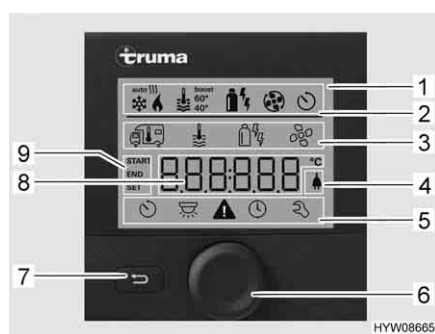

Fig. 138 Centralina di controllo con indicazioni
- Riga di stato (Fig. 138,2)
- Riga di menu in alto (Fig. 138,3)
- Area di indicazione (Fig. 138,8)
- Riga di menu in basso (Fig. 138,5)
- Premere la manopola/il pulsante (Fig. 138,6) per circa 3 secondi. Vengono visualizzate entrambe le righe di menu (Fig. 138,3 e Fig. 138,5). Il primo simbolo lampeggia.
- Ruotare la manopola/il pulsante (Fig. 138,6), finché viene visualizzato il simbolo del menu desiderato.
- Premere la manopola/il pulsante per memorizzare il valore impostato. Se il valore impostato originariamente non deve essere modificato: Premere il tasto indietro (Fig. 138,7).
- Ruotare la manopola/il pulsante (Fig. 138,6), finché il simbolo del menu del riscaldamento (Fig. 139,1) lampeggia.
- Premere la manopola/il pulsante per memorizzare il valore impostato. Il simbolo nella riga di stato lampeggia (Fig. 138,2), finché viene raggiunta la temperatura impostata. Se il valore impostato originariamente non deve essere modificato: Premere il tasto indietro (Fig. 138,7).
- Ruotare la manopola/il pulsante (Fig. 138,6), finché il simbolo del menu relativo all'acqua calda (Fig. 139,2) lampeggia.
- Premere la manopola/il pulsante per memorizzare il valore impostato. Il simbolo nella riga di stato lampeggia (Fig. 138,2), finché viene raggiunta la temperatura dell'acqua impostata. Se il valore impostato originariamente non deve essere modificato: Premere il tasto indietro (Fig. 138,7).
- Ruotare la manopola/il pulsante (Fig. 138,6), finché il simbolo del menu relativo alla modalità di funzionamento (Fig. 139,3) lampeggia.
- Premere la manopola/il pulsante per memorizzare la modalità di funzionamento impostata. Se il valore impostato originariamente non deve essere modificato: Premere il tasto indietro (Fig. 138,7).
- Ruotare la manopola/il pulsante (Fig. 138,6), finché il simbolo del menu delle ventole (Fig. 139,4) lampeggia.